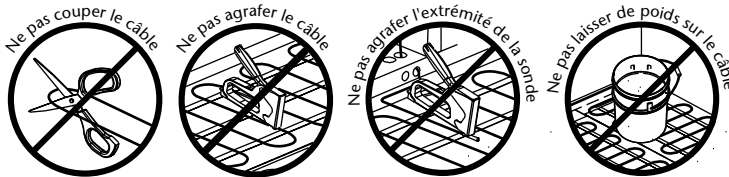

Figure 1.3
- Diminuer la longueur du câble chauffant noir ni altérer le câble **Thermat** sur quelque partie que ce soit de sa surface (figure 1.3);
- Agrafer le câble chauffant ou l'extrémité de la sonde de température au sous-plancher (figure 1.3);